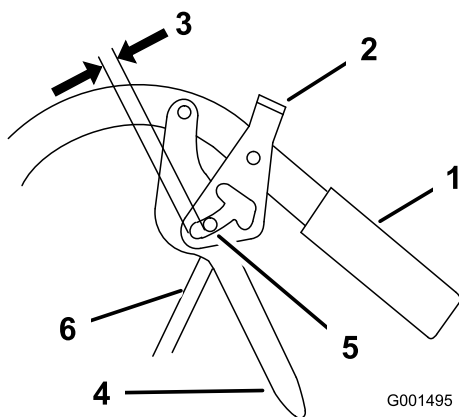

Figura 51
4. Ajuste la longitud de la varilla de control enroscando la varilla en el acoplamiento o desenroscándola, hasta que quede una holgura de 5 mm a 6 mm ($\frac{3}{16}$ " a $\frac{1}{4}$ ") entre la varilla de control y la parte inferior del mecanismo de bloqueo de punto muerto/freno de estacionamiento (Figura 51).
Sujete la varilla de control con un pasador de horquilla y un pasador de seguridad (Figura 51).